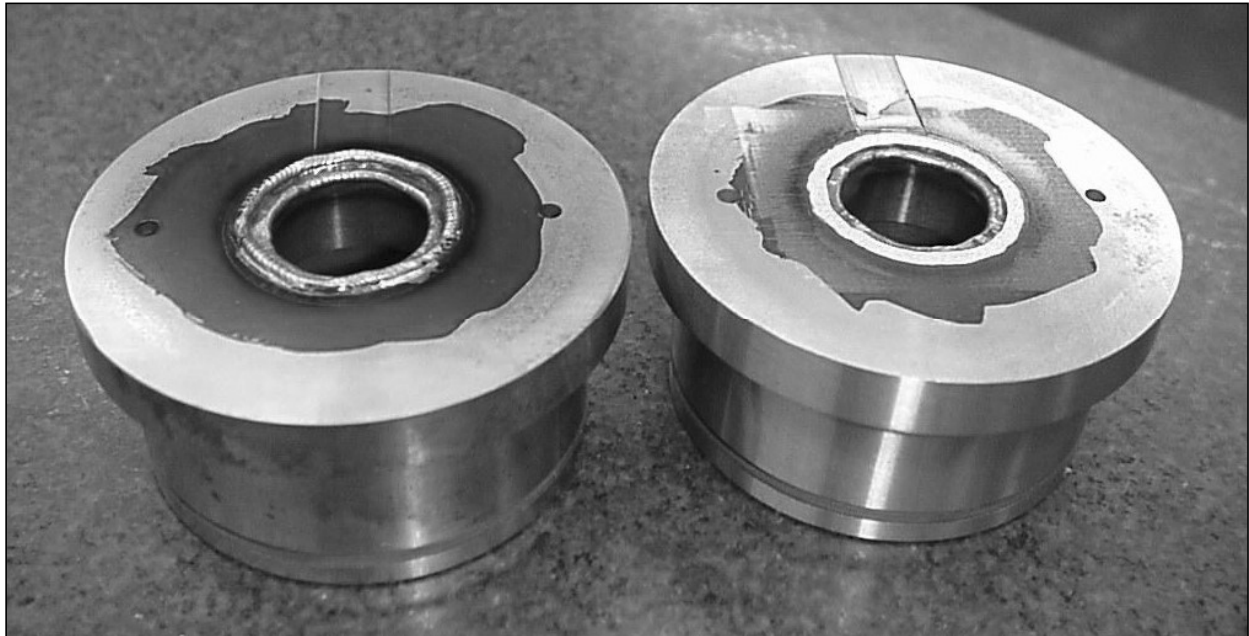

FIGURE 14-1 Bleu à tracer servant d'indice visuel pour la fusion de surfaces soudées avec les surfaces usinées de la pièce.
4. *Répandez une mince couche de bleu sur la surface avec laquelle vous cherchez à faire contact (figure 14-1).*